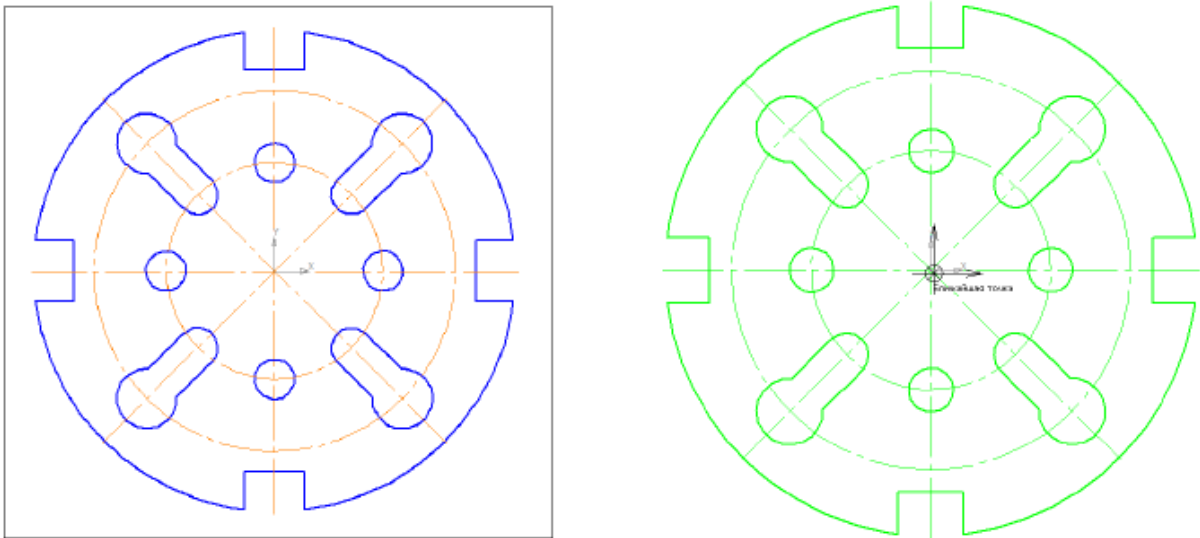

Рисунок 120 – Копирование выделенного изображения в буфер обмена информацией
10.1 Нажмите **Esc**. Выделите изображение рамкой, рис. 120, а. Щелкните правой кнопкой на "зеленое", в контекстном меню выберете строку *копировать*, после этого на курсоре появится система координат, наведите курсор в начало координат и щелкните левой кнопкой мыши один раз, изображение скопируется в буфер обмена, рис. 120, б.